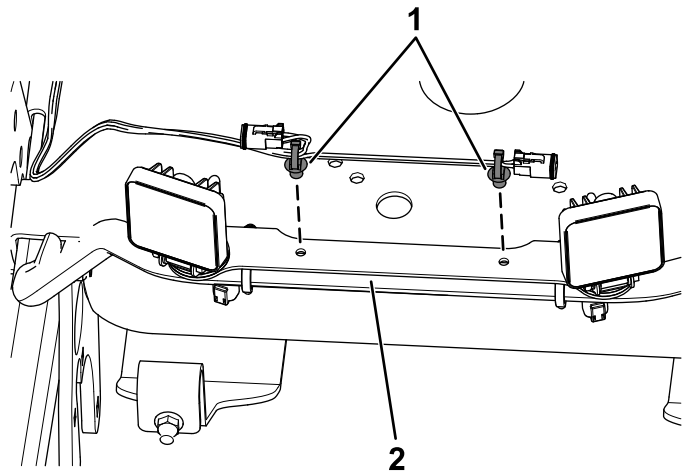

Figuur 3
1. Sluit de 2 connectoren aan de voorkant van de machine aan op de ledlampen (Figuur 3).